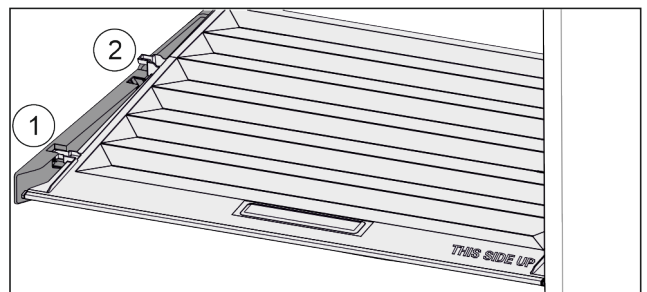

Fig. 26
- ▶ Кришку до отвору в деталях для підтримки потягнути вперед Fig. 26 (1).
- ▶ Підняти ззаду знизу та вийняти Fig. 26 (2) вгору.